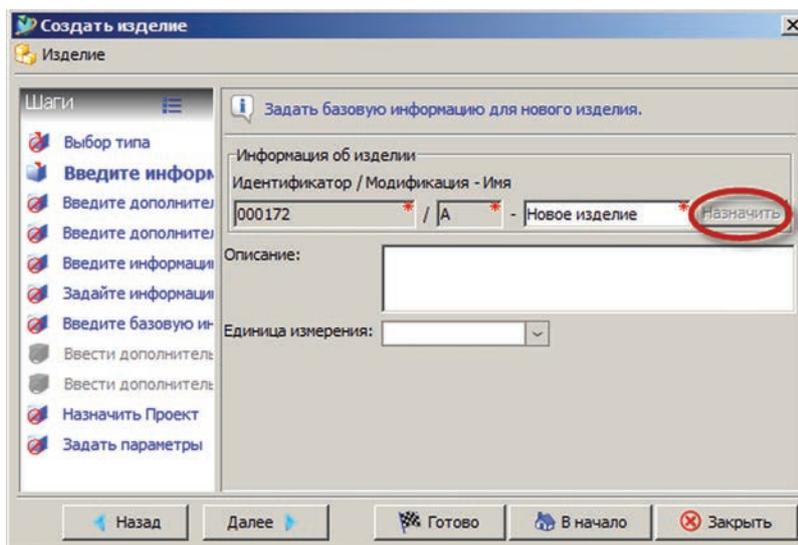

Рисунок 4.5
- на данном шаге мастер предлагает ввести основную атрибутивную информацию создаваемого изделия (рис. 4.5):